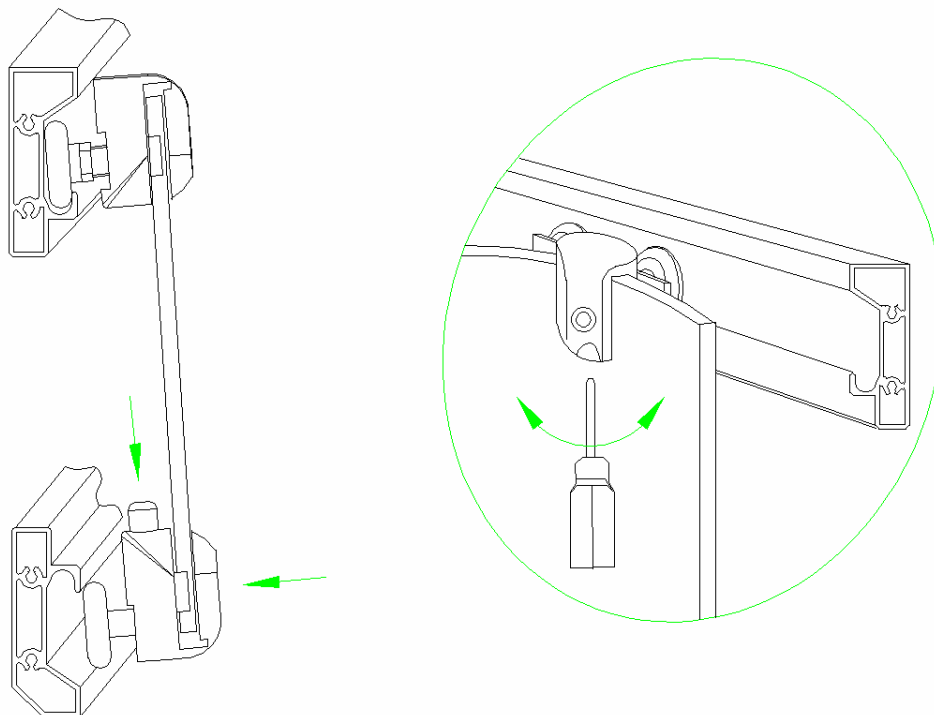

Fig. 11.
12. Installera glasdörren, häng upp den med dubbelhjulet (A7) i den övre aluminiumskenan (A14), (A17-1 **glasdörr 1852*300-R480 på korta sidan**, A17-2 **glasdörr 1852*405-R480 på långa sidan**), och tryck på knappen på det nedre enkelhjulet (A8) för att få enkelhjulet in i den nedre aluminiumskenan (A15). Se fig. 11.
13. När du har monterat båda glasdörrarna, justera övre dubbelhjulet (A7) med verktyg tills dörren rör sig smidigt och stängs väl. Se fig. 11.